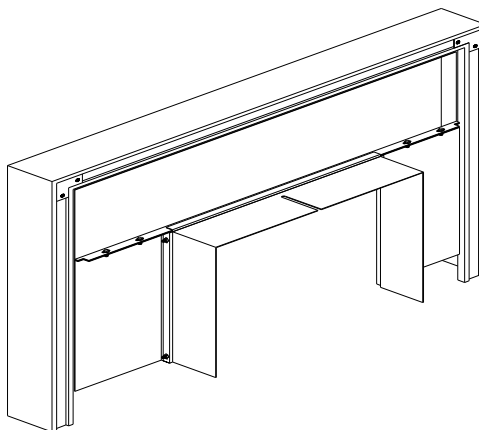

Figure 4
- D. Faites ensuite en sorte que les trous s'alignent en poussant les côtés et insérez tous les boulons (tête lisse vers l'intérieur) sans trop les serrer. Assemblez les bords de la partie supérieure et de la partie latérale de la plaque avant, serrez les deux boulons qui les unissent avant de serrer les boulons sur le côté. Faites de même de l'autre côté de la plaque (voir la figure 4).